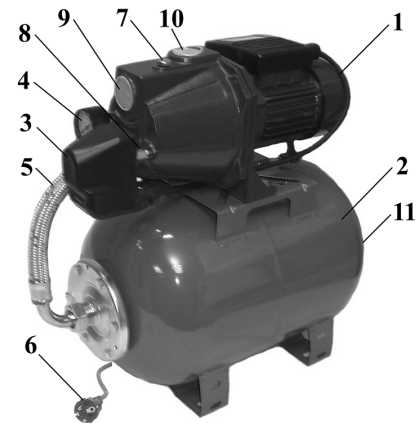

Рис. 2.
САВ состоит их следующих основных узлов (рис. 2): насоса с электродвигателем (1), гидроаккумулятора (2) и блока автоматики, состоящего из реле давления (3), манометра (4), соединительного шланга (5) и электрокабеля с вилкой (6). Насос имеет заливное (7) и сливное (8) отверстия, входное отверстие (9) и выходное отверстие (10). Гидроаккумулятор имеет мембрану и пневмоклапан (11) для регулировки необходимого давления воздуха. САВ всех моделей оснащены термовыключателями, защищающими электродвигатели от перегрева.